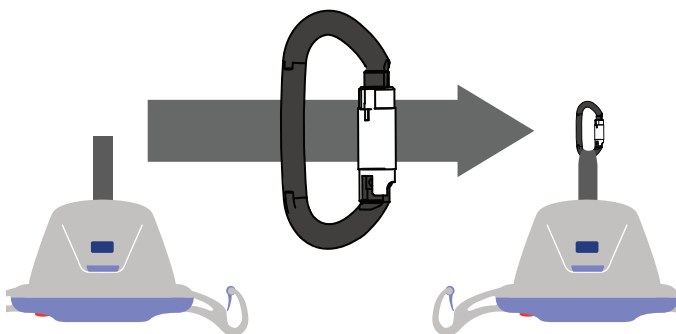

Fig. 2
2. Hekt den nye trefunksjons karabinkroken til løfterens rem. Se Fig. 2.